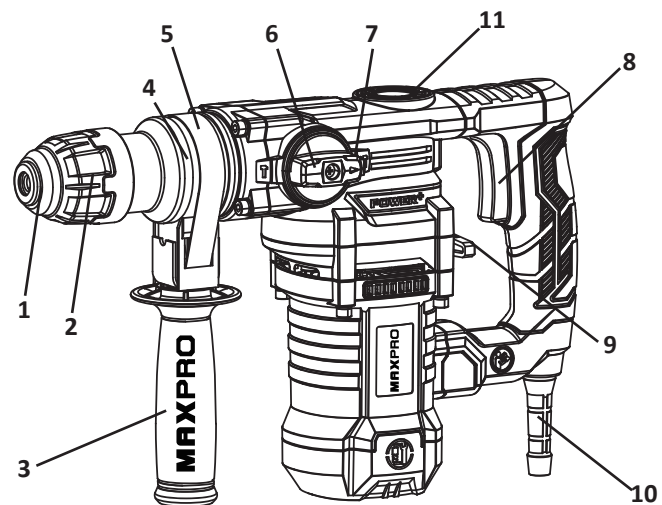
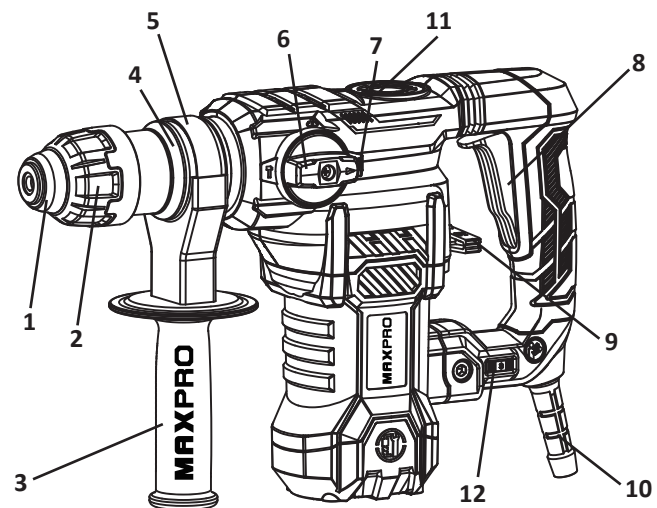

Рис. 1
Рис. 2
- 2.4 Осуществляет поворот оси вращения вала шпинделя относительно оси вращения ротора двигателя на 90° за счет конусной пары шестерен второй ступени. Ведомая конусная шестерня расположена на вале шпинделя и может перемещаться вдоль его оси переключателем 6 (см. рис.1 и рис. 2) «Сверление с ударом» / «Долбление». В положении «Долбление» эта шестерня выходит из зацепления с ведущей конусной шестерней второй ступени редуктора и шпиндель перестает вращаться.